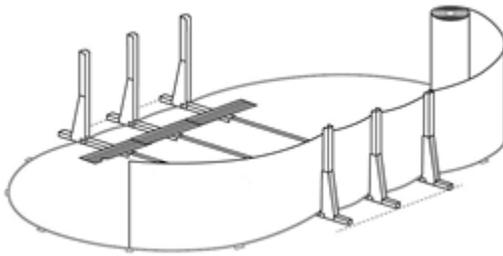

fig.22
- a) Placez la paroi de la piscine verticalement (avec l'étiquette intérieure vers le haut) sur un carton au centre du cercle. Ceci vous aidera à déplier la paroi et évitera qu'elle s'endommage. Les perforations se trouvent à la fin de la bande, fig.22.